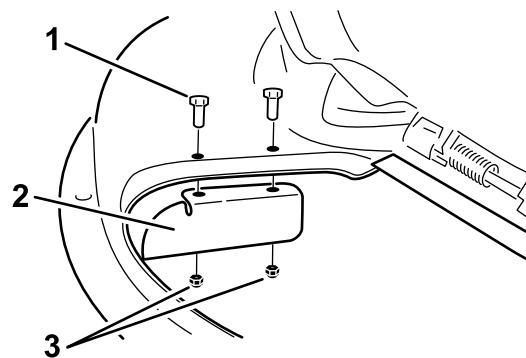

Figura 28
9. Instale la placa deflectora en la carcasa de corte (Figura 28).
3. Retire la placa deflectora de la carcasa de corte (Figura 28).